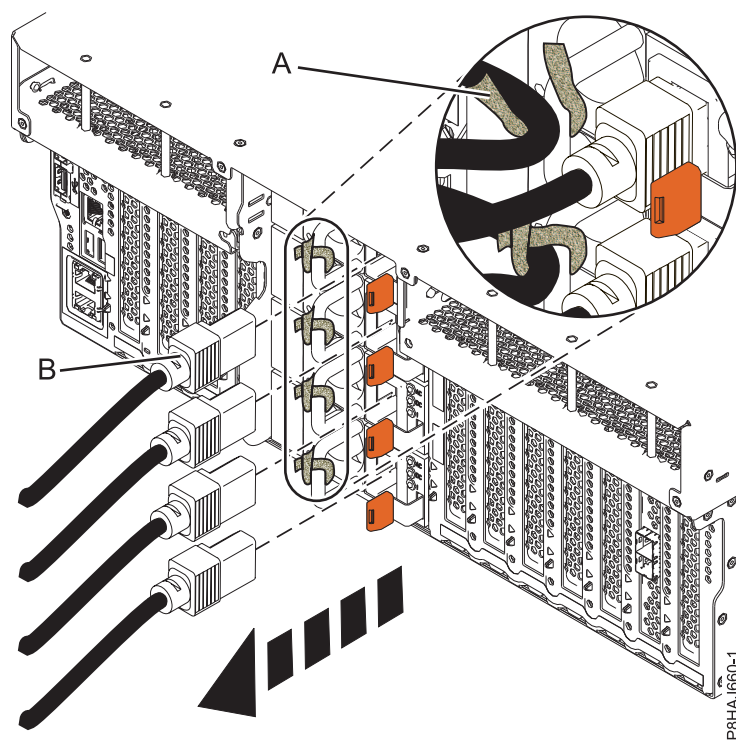
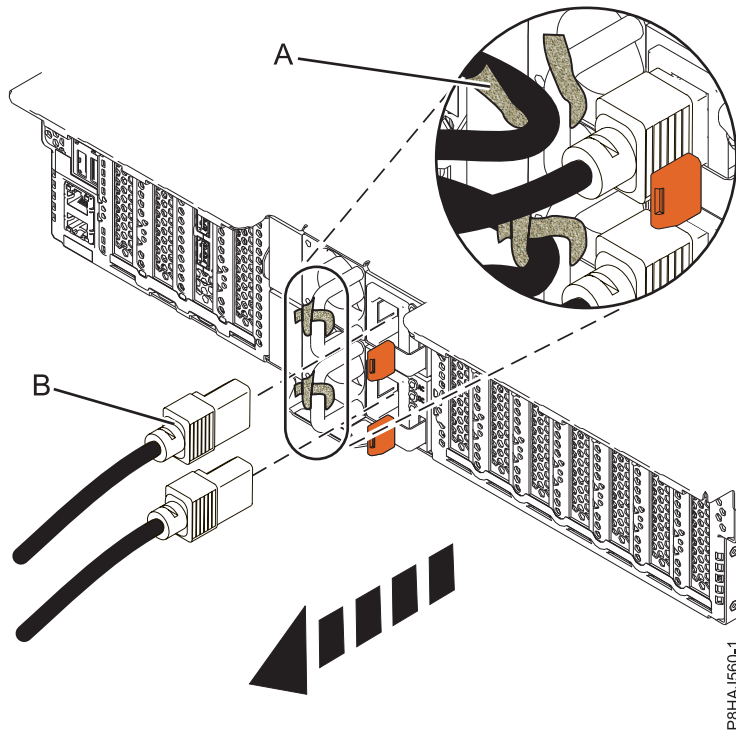
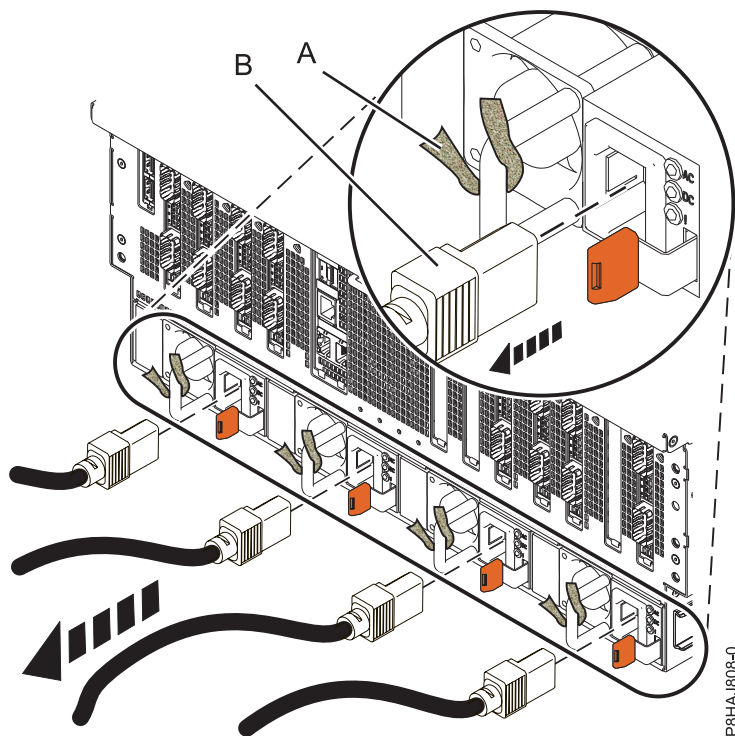

Figura 36. Remover os cabos de alimentação de um sistema 8247-42L, 8286-41A ou 8286-42A
Figura 37. Remover os cabos de alimentação de um sistema 5148-21L, 5148-22L, 8247-21L, 8247-22L, 8284-21A ou 8284-22A
Figura 38. Remover os cabos de alimentação de um sistema 8408-44E ou 8408-E8E
3. Desligue os cabos de alimentação **(B)** da unidade de sistema. Consulte Figura 36 na página 53, Figura 37 na página 53 ou Figura 38 na página 54, dependendo do tipo do sistema.